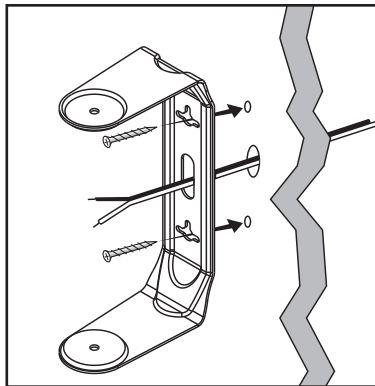

FIGURE 11
- If speaker wire is being fed from a hole in the wall behind the bracket, pull this speaker wire through the hole in the bracket before mounting the bracket [figure 11].
- Si le fil de haut-parleur destiné à l'enceinte est passé dans le mur et sort derrière le support, passez le fil à travers le trou du support avant d'installer le support au mur [figure 11].